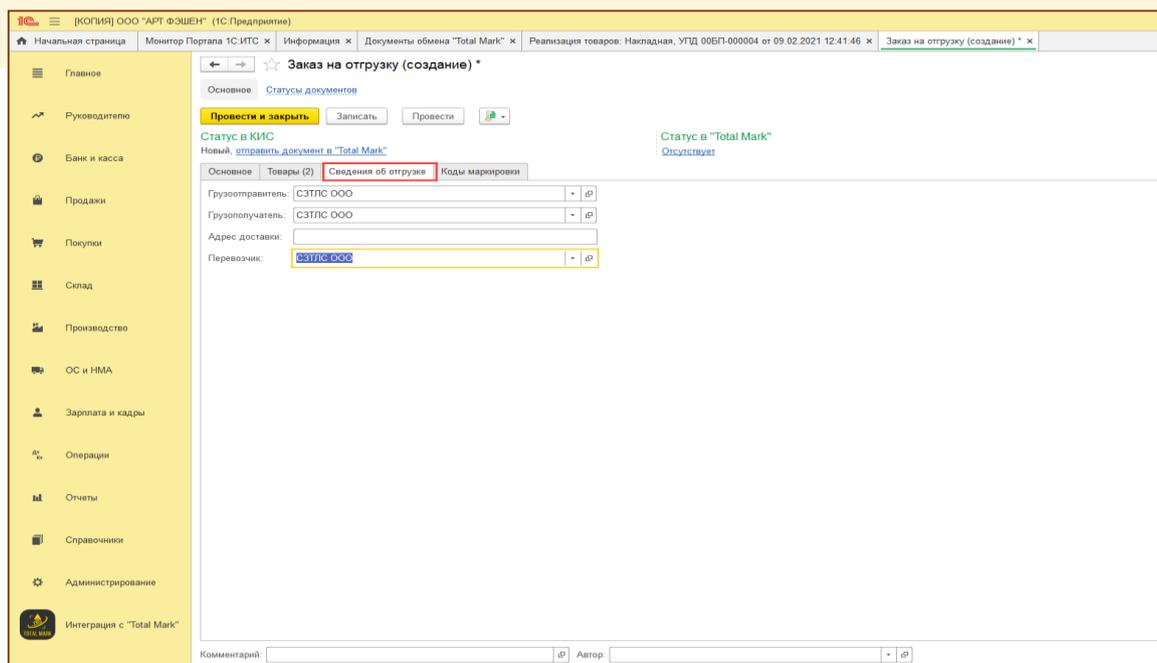

Рис. 8-5 - Создание Заказа на отгрузку в 1С: БП
- Необходимо проверить корректность заполнения документа: все данные, указанные в Заказе на отгрузку должны также быть опубликованы в 1С: TotalMark (Контрагент, Договор, Грузополучатель, Грузоотправитель) (Рис. 8-5);